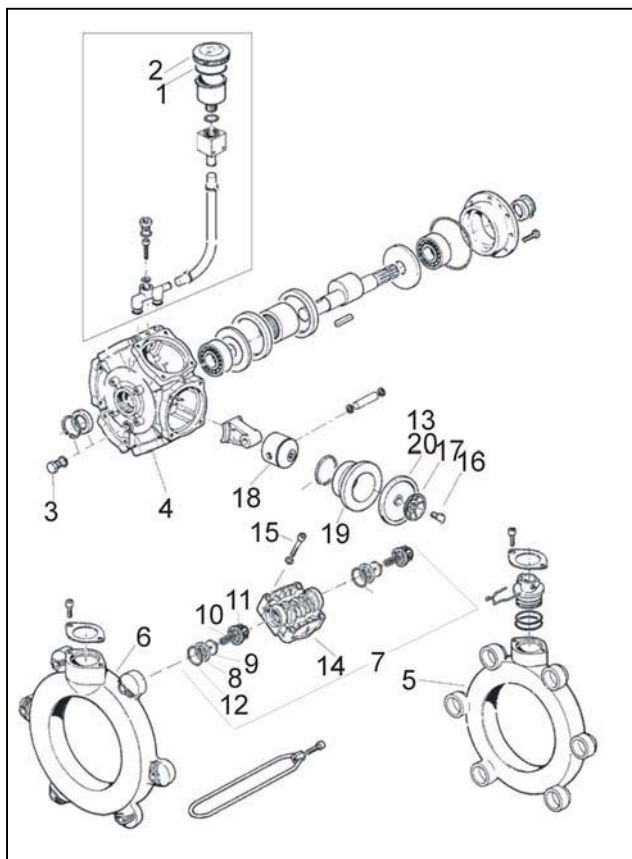

Fig. 9.2
De skal kontrollere stempelmembranerne (fig. 9.2/13) mindst én gang årligt.
- Spændebøjlen (fig. 9.1/10) samt suge- og trykrøret (fig. 9.2/5, 9.2/6) og ventilgruppen (fig. 9.2/7) fjernes. **Vær opmærksom på hvorledes ventilerne på suge- og tryksiden er monteret!**
- Efter at boltene (fig. 9.2/15) er fjernet afmonteres topstykket (fig. 9.2/14).